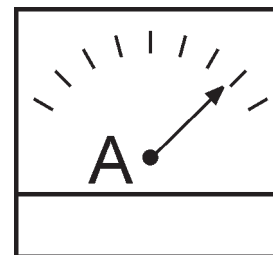

Figure 50. Ampèremètre (Charge)
12. Observez l'ampèremètre de la génératrice (Figure 50) et assurez-vous qu'il affiche la quantité de courant anticipé conformément à la charge. L'ampèremètre n'indique le courant que si la charge est utilisée.